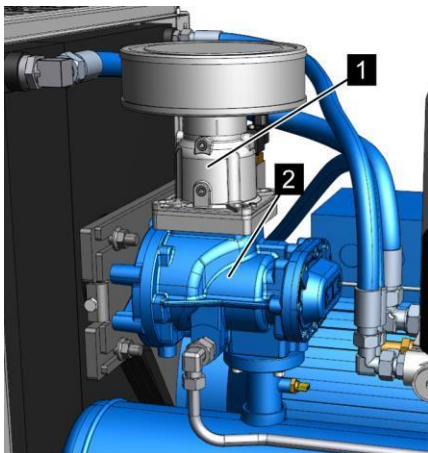

Рис. 29: Демонтаж регулятора впуска
1. Отверните крепежные винты регулятора впуска (Рис. 29/1) и извлеките их.
3. Залейте охлаждающую жидкость в ступень компрессора (Рис. 29/2).
5. Установите и закрутите крепежные винты регулятора впуска (Рис. 29/1) (↗ Приложение В «Моменты затяжки винтов» на странице 119).